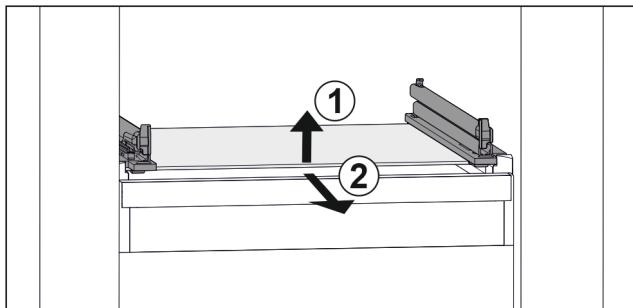

Fig. 65 Приближене відображення скляної пластини
- Підняти скляну пластину спереду. Fig. 65 (1)
- Вийняти скляну пластину рухом вперед. Fig. 65 (2)